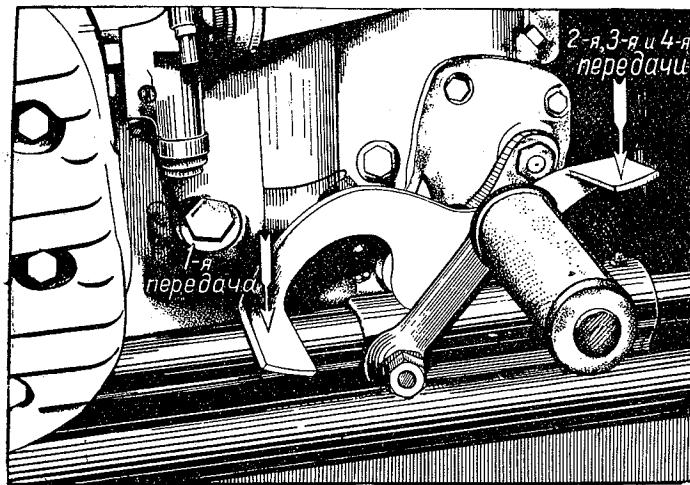

Рис. 3. Включение передач
**Педаль ножного переключения передач** 7 находится с левой стороны коробки передач и имеет две опорные площадки. На одну ставится носок ноги водителя, на другую — пятка. При нажатии педали носком передачи переключаются с высших на низшие, при нажатии пяткой — с низших на высшие (рис. 3). После каждого нажатия педаль автоматически возвращается в исходное положение.